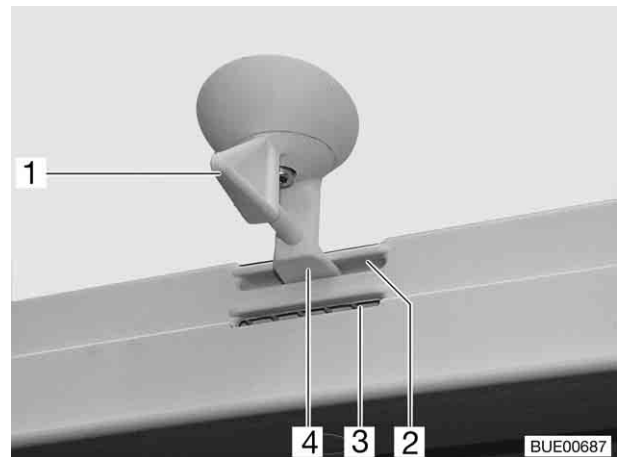
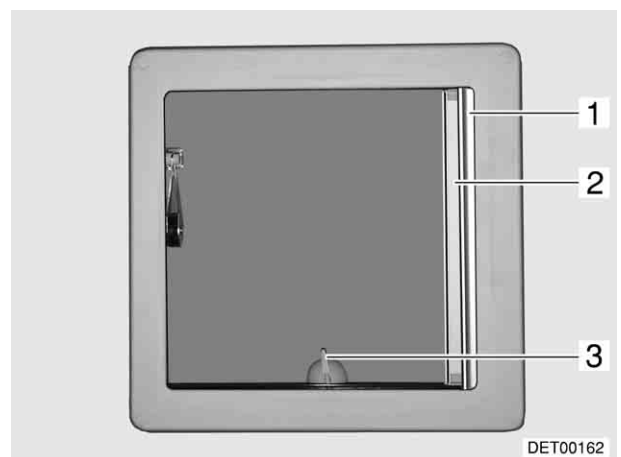

Fig. 56 Lanterneau basculant, dispositif de verrouillage
Fig. 57 Lanterneau basculant
- Pour ouvrir, tourner le levier (Fig. 56,1 ou Fig. 57,3) d'un quart de tour et pousser le lanterneau basculant, via le levier, vers le haut.
- Tirer le lanterneau basculant vers le bas avec le levier (Fig. 56,1).
- Tourner le levier d'un quart de tour. Le dispositif de verrouillage (Fig. 56,4) doit pénétrer dans l'ouverture inférieure (Fig. 56,3).
- Tourner le levier d'un quart de tour. Le dispositif de verrouillage (Fig. 56,4) doit pénétrer dans l'ouverture supérieure (Fig. 56,2).
- Tirer le dispositif occultant plissé (Fig. 57,1) et le relâcher lorsqu'il a atteint la position voulue. Le dispositif occultant plissé reste alors à cette position.
- Tirer la moustiquaire (Fig. 57,2) jusqu'à ce que le dispositif de verrouillage s'enclenche dans la partie opposée.